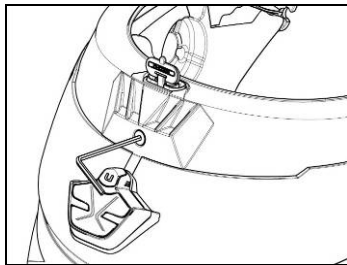

Fig. 7
- Volver a montar la guarnición del borde de la calota ajustando el perno de fijación (Fig. 7)